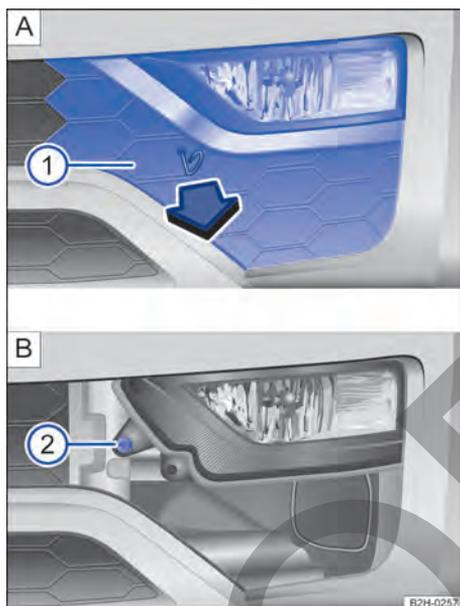
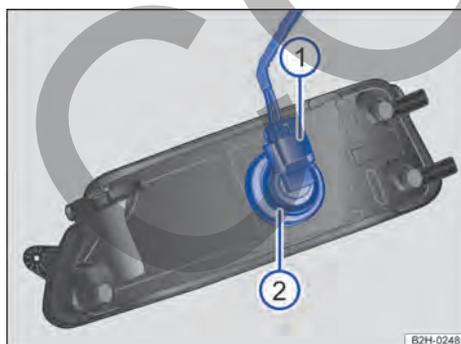

Fig. 144 En el lado derecho del paragolpes delantero: desmontar el faro.
Fig. 145 Cambiar la lámpara del faro.
→ Fig. 144 y → Fig. 145
- 2 Saque el gancho de alambre de las herramientas de a bordo y engánchelo en el orificio de la cubierta → Fig. 144 A. Retire la cubierta 1 A tirando hacia delante, en el sentido de la flecha, y, dado el caso, déjela colgando con cuidado del cable del sensor de la ayuda de estacionamiento.
- 3 Desdrosque el tornillo de fijación → Fig. 144 2 B con el destornillador de las herramientas de a bordo → Página 177.
- 5 Desbloquee el conector y desacoplelo → Fig. 145 1.
- 6 Gire el portalámparas hasta el tope en el sentido de la flecha, en el sentido contrario al de las agujas del reloj, y extráigalo junto con la lámpara → Fig. 145 2.
- 9 Acople el conector → Fig. 145 1 al portalámparas 2. El conector debe encastrar de forma audible.
- 11 Apriete el tornillo de fijación → Fig. 144 2 B con el destornillador.
- 12 Coloque la cubierta en el paragolpes → Fig. 144 1 A.